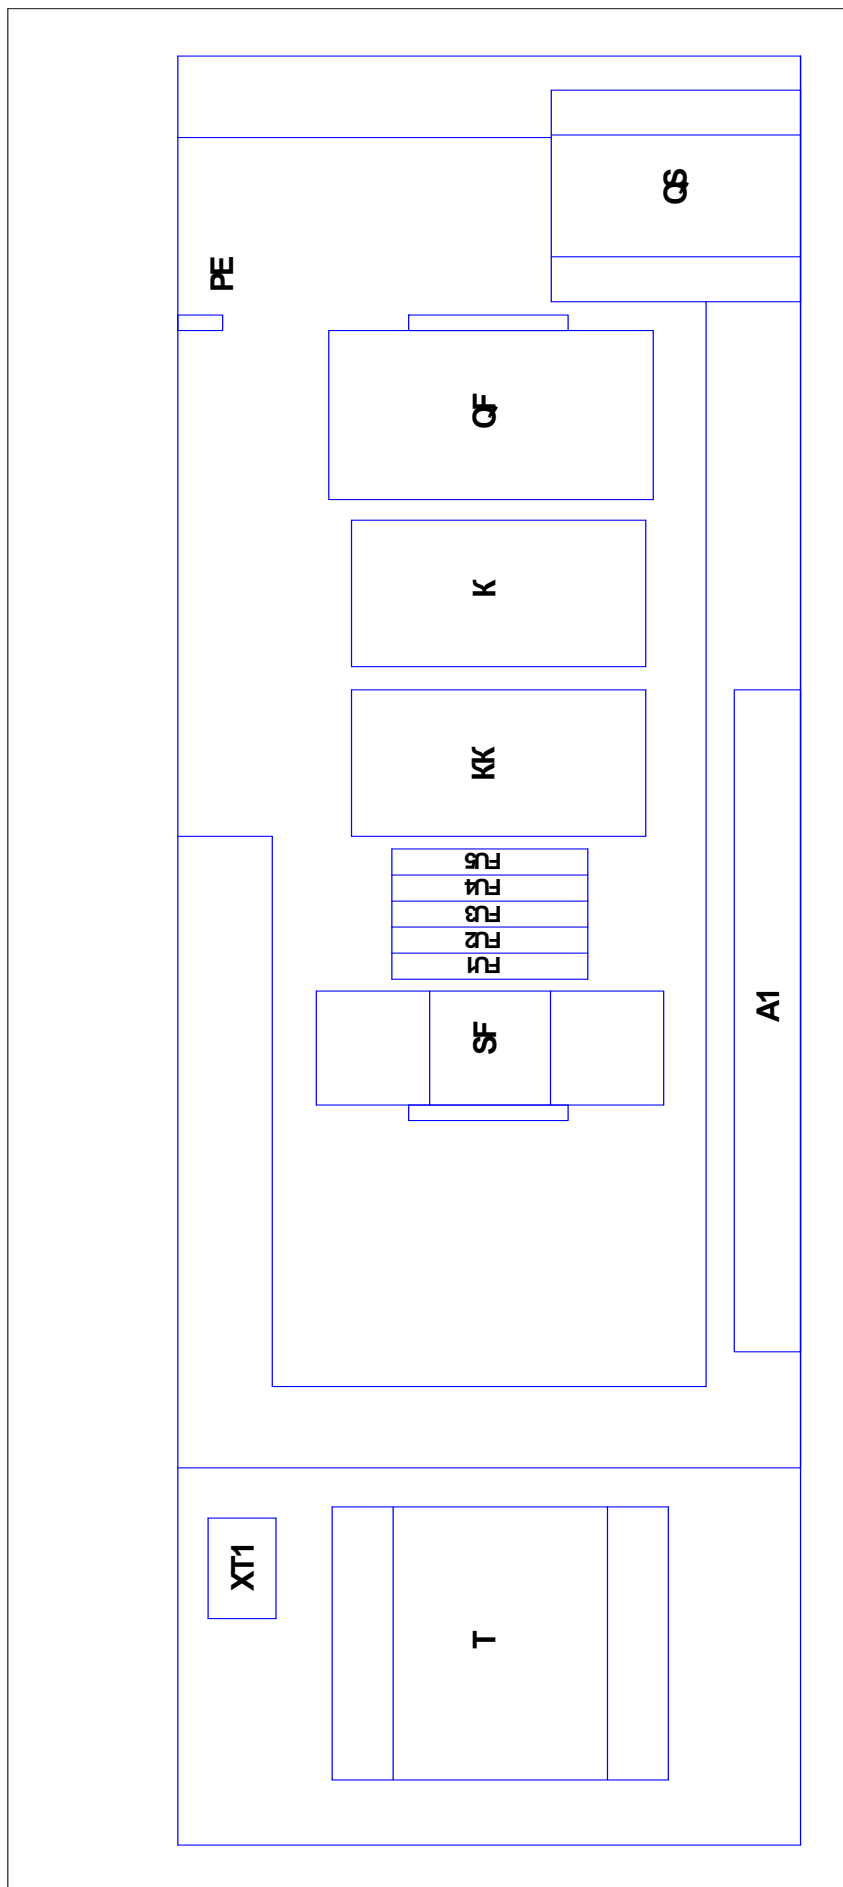

Рисунок 11 – Блок-схема компрессорной установки
**14 - Шкаф с электроаппаратурой** (см. рисунок 1 или 3, или 5) – представляет собой короб закрытого типа с установленной платой, на которой смонтирована пуско – регулирующая аппаратура и устройства защиты (блок – схема см. рисунок 11), доступ к которым осуществляется путем демонтажа верхней панели корпуса и крышки шкафа.
- 3) Плавкие предохранители FU1- FU5 - (см. рисунок 11) защита цепей управления и сигнализации;